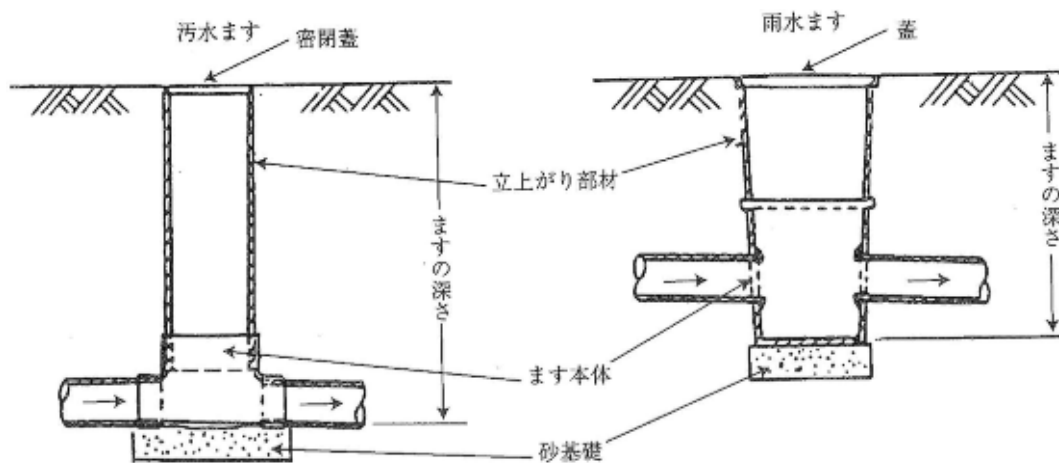

図6-8 プラスチック製等ますの例
- ◆ 小口径ますは、原則として地表面に対し、垂直になるように設置しなければならない（図6-8参照）。
- ◆ 小口径ますの天端は、地表面と同一にしなければならない（図6-8参照）。